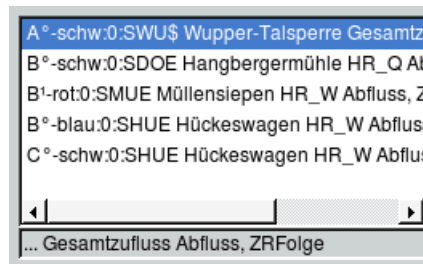

Abbildung 7.6: Reihen selektieren
- Wurde genau eine Reihe gefunden, so wird diese im ersten Achsenkreuz mit gleicher Einheit dargestellt und in die Reihenliste (↔ Abb. 7.6) auf der TOPOVIT-Oberfläche eingetragen. Passt kein Achsenkreuz, wird eine neue Axbox mit passender Einheit hinzugefügt.
- Passen mehrere Reihen zu ihren Angaben, wird Ihnen eine Liste mit den zutreffenden Reihen präsentiert (↔ Kap. 15.8.2). Hier können Sie die gewünschte Reihe (oder auch mehrere) auswählen, die dann in das erste Achsenkreuz mit gleicher Einheit und in die Reiheliste (↔ Abb. 7.6) eingefügt wird. Passt kein Achsenkreuz, wird eine neue Axbox mit passender Einheit hinzugefügt.
In der Auswahlliste aus Abbildung 7.6 finden Sie alle dargestellten Reihen mit Angabe des Achsenkreuzes und darstellenden Attributen (Darstellungsfarbe, Messstellename, Parameter).
Um eine Reihe bearbeiten zu können, müssen Sie sie in der Liste der geladenen Reihen ( $\leftrightarrow$  Abb. 7.6) durch Anklicken auswählen. Das Achsenkreuz, in dem die Reihe dargestellt ist, wird dicker gezeichnet.